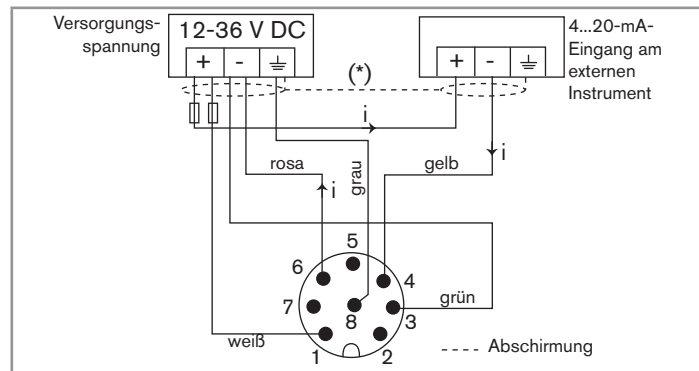
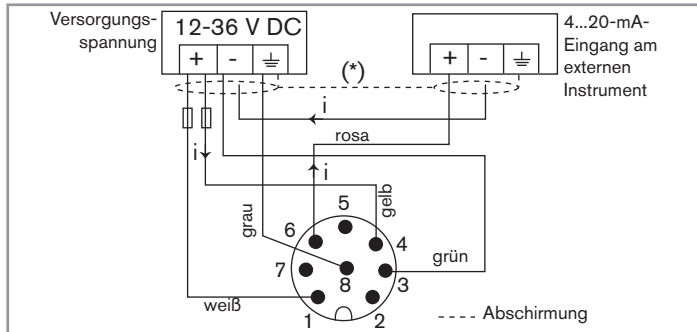

Bild 26: Anschluss als Senke des Stromausgangs einer Version mit 8-poligem M12-Gerätestecker
Bild 27: Anschluss als Quelle des Stromausgangs einer Version mit 8-poligem M12-Gerätestecker
Siehe Bild 26 und Bild 27 für entsprechende Anschlusspläne.
(1) Überspannungsschutz, abhängig von der gewählten Last, installieren. z.B. EN 175301-803-Buchse mit eingebautem Varistor.
(2) Bei Verwendung des Stromausgangs den 8-poligen M12-Gerätestecker gemäß Bild 26 bzw. Bild 27 bei einem Anschluss als Senke bzw. als Quelle anschließen.